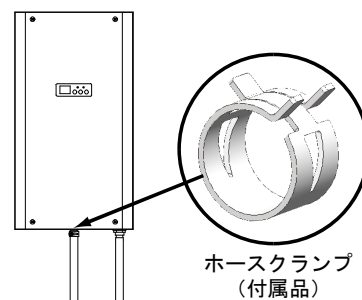

図2
- 注)・排水ホースはドレンパイプに付属のホースクランプにて確実に固定してください。(図2)